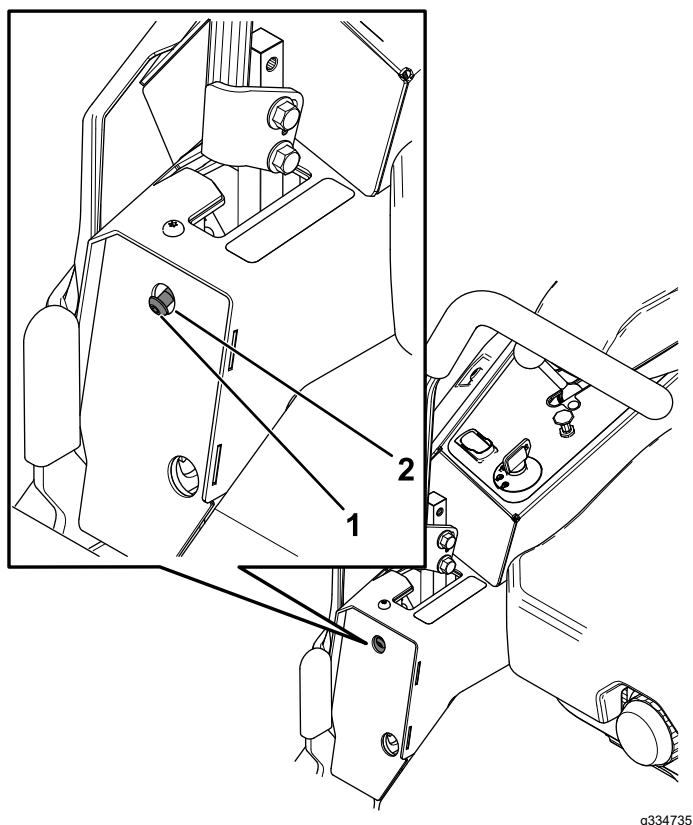

Figura 57
6. Dacă maina se îndreaptă spre dreapta, introduceți o cheie hexagonală de 3/16" în orificiul de acces al panoului stânga al capacului frontal i rotiți urubul de aliniere în sensul acelor de ceasornic sau în sens invers acelor de ceasornic, pentru a regla cursa manetei (Figura 57).
7. Dacă maina se îndreaptă spre stânga, introduceți o cheie hexagonală de 3/16" în orificiul de acces al panoului dreapta al capacului frontal i rotiți urubul de aliniere în sensul acelor de ceasornic sau în sens invers acelor de ceasornic, pentru a regla cursa manetei (Figura 57).